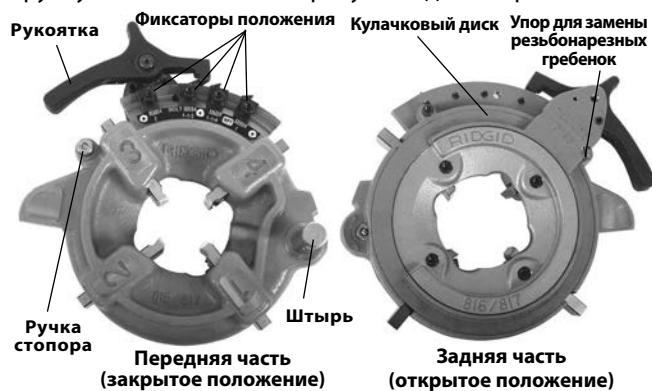

Рис. 13 – Полуавтоматическая резьбонарезная головка
- Нажмите на рукоятку, так чтобы кулачковый диск был прижат к упору для замены резьбонарезных гребенок (Рис. 13). Механизм кулачкового диска/рукоятки приводится в действие пружиной и перемещается при нажатии.